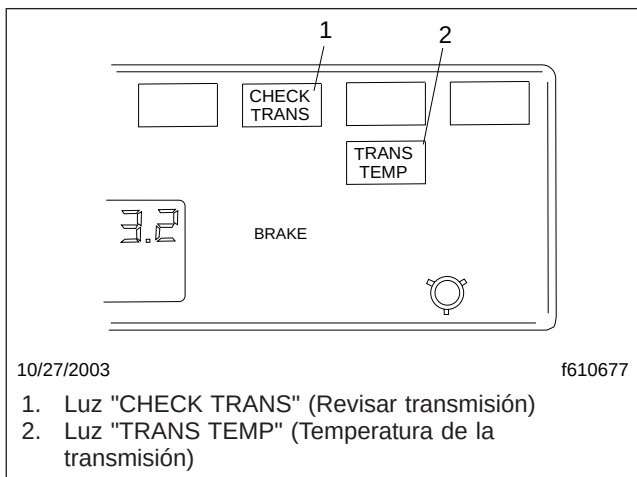

Figura 8.21, Luces indicadoras, Transmisiones AGS
1. Con los frenos de estacionamiento puestos y/o el pedal de los frenos presionado, seleccione neutro (N) moviendo el interruptor selector a la posición central.
2. Con la transmisión en neutro, lleve el interruptor de ignición a la posición de encendido. Las luces "CHECK TRANS" (Revisar transmisión) y "TRANS TEMP" (Temperatura de la transmisión) se encienden y se apagan (prueba de bombillas). Vea la Figura 8.21.